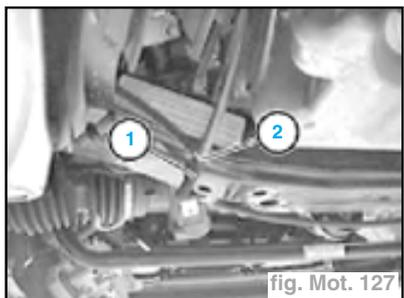

fig. Mot. 127
- Débrancher au niveau du répartiteur (2) le flexible de dépression à destination des supports moteur hydrauliques (1) (fig. Mot. 127).